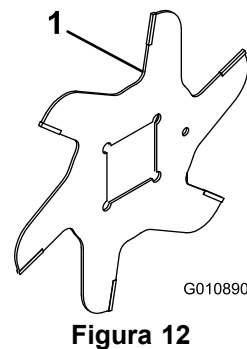

Figura 12
1. Monte uma lâmina de cilindro (Figura 12).
4. Instale a lâmina seguinte no sentido dos ponteiros do relógio de forma a o orifício de referência (Figura 12) não ficar alinhado com o orifício das primeira lâmina por um furo do eixo.